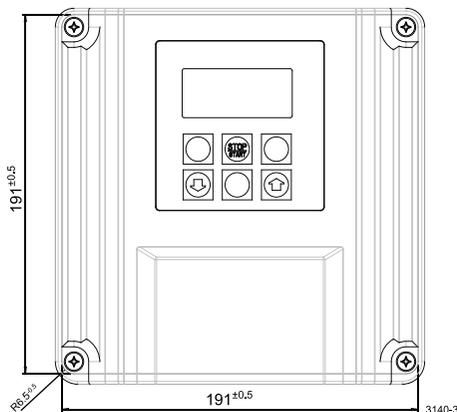

Abb. 4: Zeichnung 3140-3 Stanzschablone / nicht maßstabsgerecht
- Die Abmessungen laut Abb. 4 verwenden und auf die Schalttafel aufzeichnen
1. ➔ Mit den Bemessungen der Abb. 4 die exakte Lage des Gerätes auf der Schalttafel anzeichnen